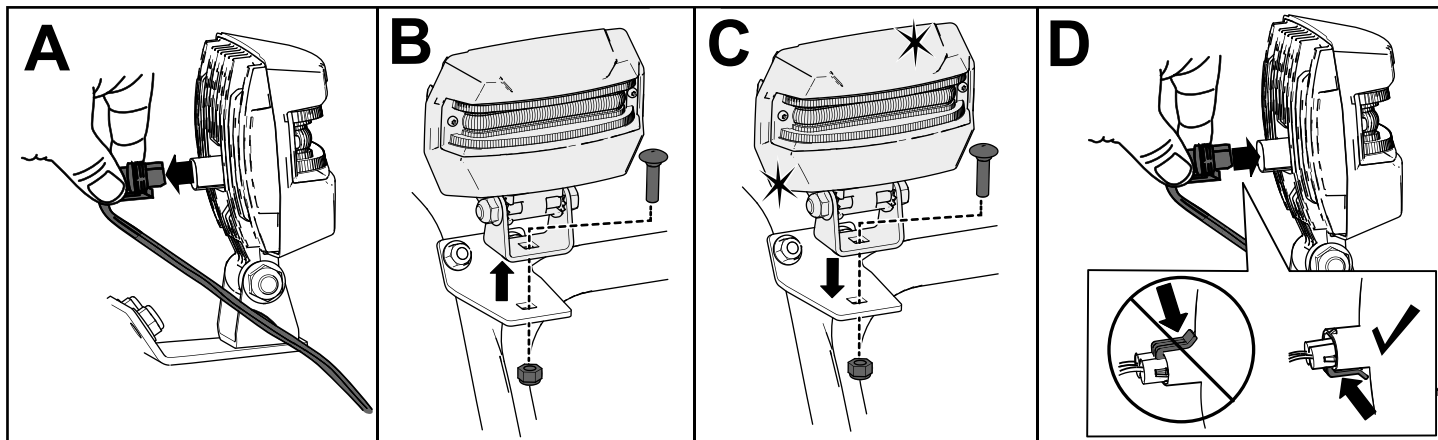

Figure 39
- Débranchez le fil au dos du phare (A de la Figure 39).
- Retirez le boulon et l'écrou qui fixent le phare sur son support, puis déposez le phare (B de la Figure 39).
- Fixez le nouveau phare sur le support au moyen de l'écrou et du boulon retirés précédemment (C de la Figure 39).
- Insérez le fil du phare directement au dos du phare en l'enfonçant bien en place (D de la Figure 39).